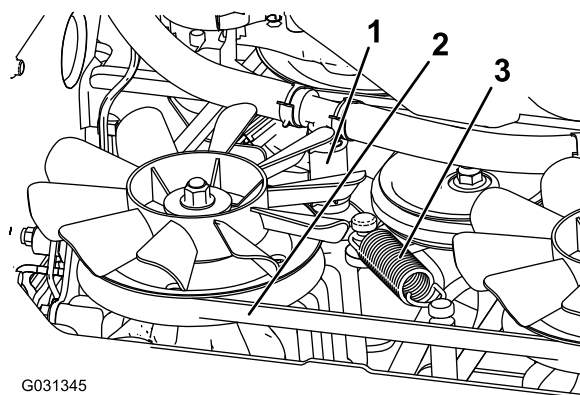

Figure 74
5. Déposez le flexible hydraulique inférieur (Figure 74).
6. Déposez le ressort de tension (Figure 74).
7. Enlevez la courroie de transmission de l'embrayage et de la butée d'embrayage (Figure 74).